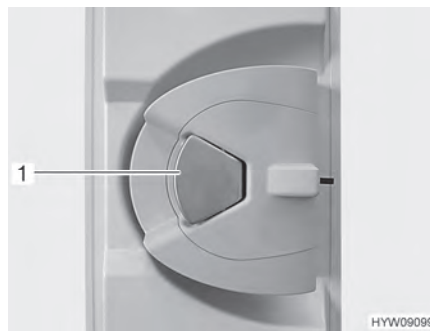

Bild 30 Dörrlås (ingångsdörr insida)
Öppna: ■ Om dörrlåset är låst: Dra en gång i dörrhandtaget (Bild 30,1). Dörren är upplåst.
■ Drag i dörrhandtaget (Bild 30,1). Dörren är öppen.
Låsa: ■ Tryck ned dörrhandtaget (Bild 30,1).